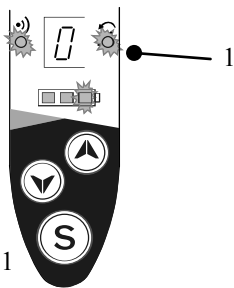

Fig. 1
- 1 - Par défaut le retour couple automatique est activé. (Fig. 1)
- 1 - By default the automatic torque return is activated. (Fig. 1)
- 1 - Por defecto, el retorno par automático está activado (Fig. 1).
- 1 - Il ritorno automatico di coppia è attivato per impostazione predefinita. (Fig. 1)
- 1 - Por defeito, o retorno torque automático está activado. (Fig. 1)
- 1 – Autorewers jest uruchamiany fabrycznie (Rys. 1).
- 1 - Standardmäßig ist die automatische Rückkehr des Drehmoments aktiviert. (Abb. 1)
- 1 - Som standard är "återgå till automatiskt vridmoment" aktiverad. (fig.1)